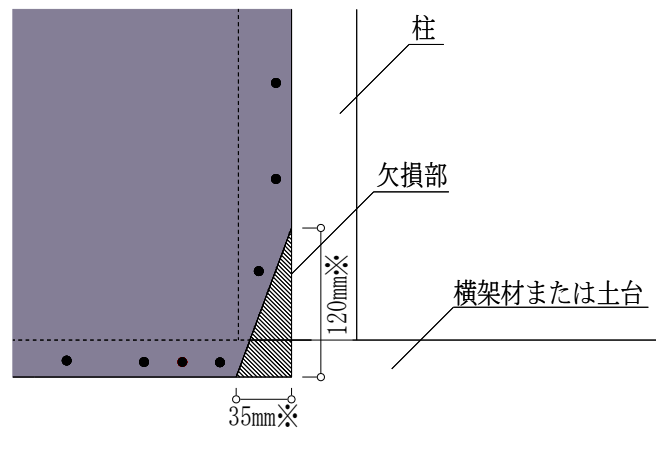

図 18 欠損部補強例（山形プレート等）
⑦面材の欠き込みについて
- ・タイガーEX プログレ耐力壁は欠損部がないことを原則としておりますが、土台、横架材（梁、胴差、桁）の交差部分に補強金物（山形プレート等）を取り付ける場合や、直交梁等によりタイガーEX プログレのくぎ打ち部分に欠損部が生じる場合については、自社試験において、欠損のない仕様と同等以上の性能を確認しております。詳細については、図 18、19 および P28 の QR コードからアクセス可能な技術資料を参照してください。
※図 18、19 の欠き込み寸法は実験値です。現場での欠き込み寸法や納め方については設計士様にてご判断ください。